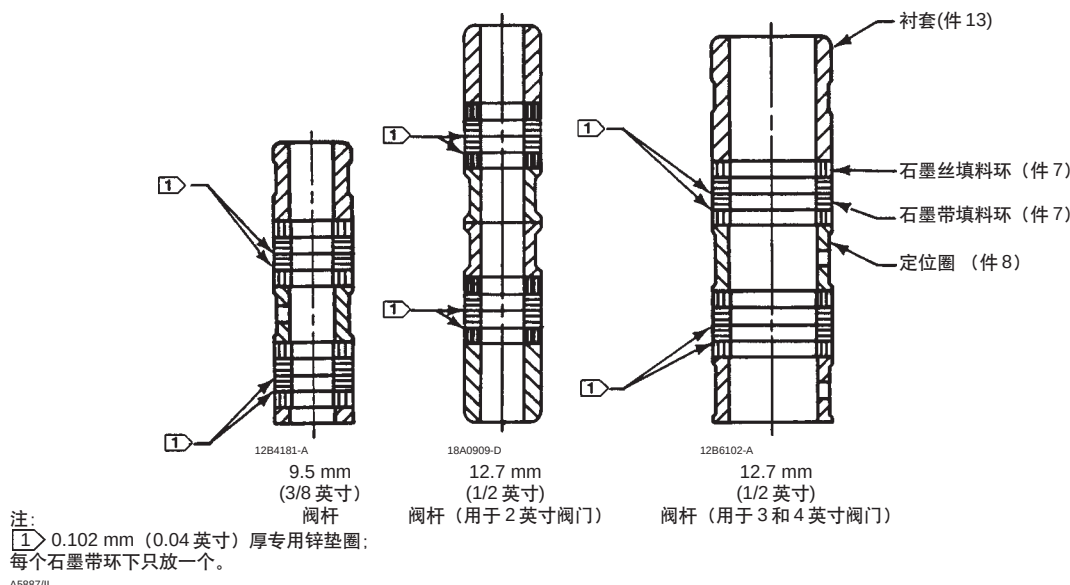

图 13. 用于 ENVIRO-SEAL 波纹管密封上阀盖的石墨带 / 丝双重结构
13. 根据图 12 或图 13 中所示相应结构安装新的填料和金属填料函零件。